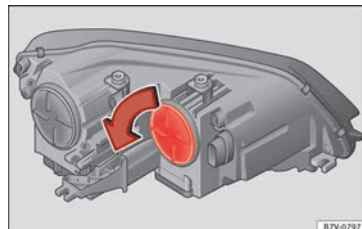

Bild 107 I motorrummet: skydd på blinker
2.	Roterar skyddet » bild 107 i pilens riktning och tar det av.
7.	Vrid skyddet » bild 107 i motsatt riktning mot pilen, så långt det går.